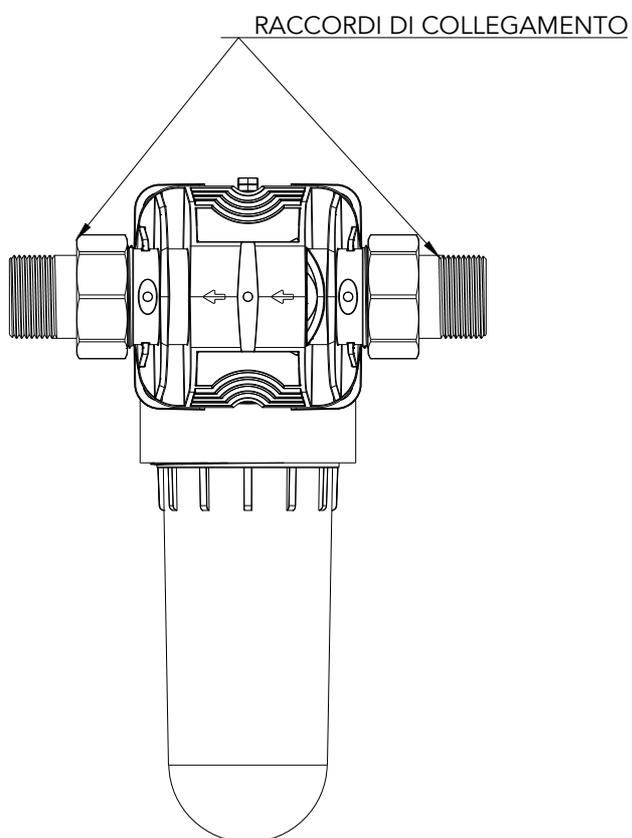

Fig.2
- Per il collegamento utilizzare solo i codoli e il dado in dotazione (Fig.2)